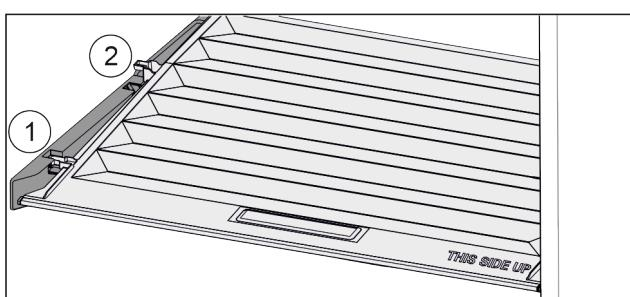

Fig. 43
- Veko potiahnite dopredu až k otvoru v prídržných dieloch Fig. 43 (1).
- Vzadu ho nadvihnite zospodu a zložte smerom nahor Fig. 43 (2).